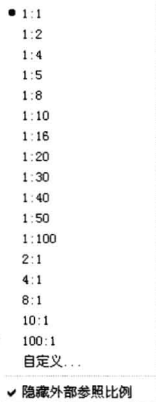

图 1-6 注释比例下拉列表
(4) “注释比例”按钮: 单击该按钮右侧的下拉按钮, 在弹出的注释比例下拉列表中可以根据需要选择适当的注释比例, 如图 1-6 所示。